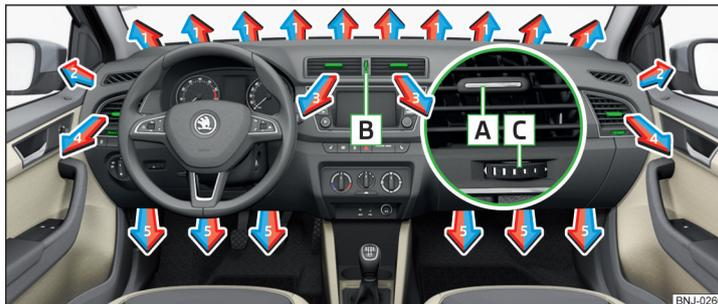

Fig. 113 Difusores de ar
Nos difusores de ar **3** e **4** » Fig. 113 é possível alterar a direção do fluxo de ar e os difusores também podem ser fechados e abertos individualmente.
A definição da direção do fluxo de ar é feita movendo o elemento de ajuste **A** » Fig. 113 na direção desejada.
- Girar o regulador **B** para cima » Fig. 113.
- Girar o regulador **B** para baixo » Fig. 113.
Regular a direção da saída de ar	Difusores de ar » Fig. 113